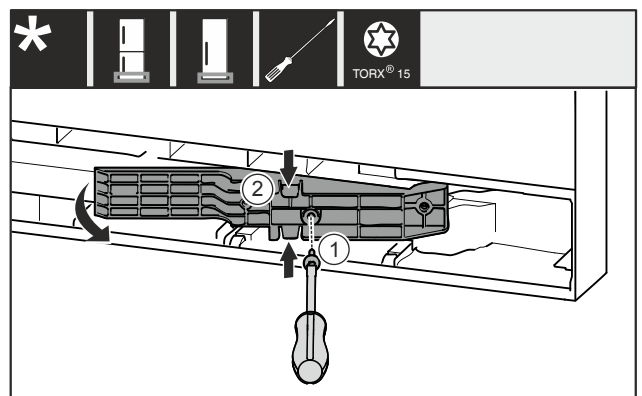

Fig. 22 *
- ▶ Schraube Fig. 22 (1) entfernen.*
- ▶ Adapterstück Fig. 22 (2) oben und unten leicht zusammendrücken und herausziehen.*